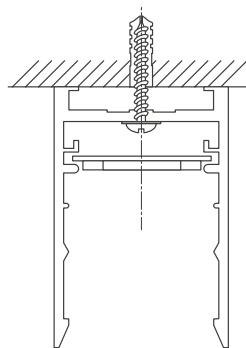

Рис. 2. Установка шинпровода на поверхность
- 3.3. Закрепите шинпровод на поверхности, как показано на рис. 2.